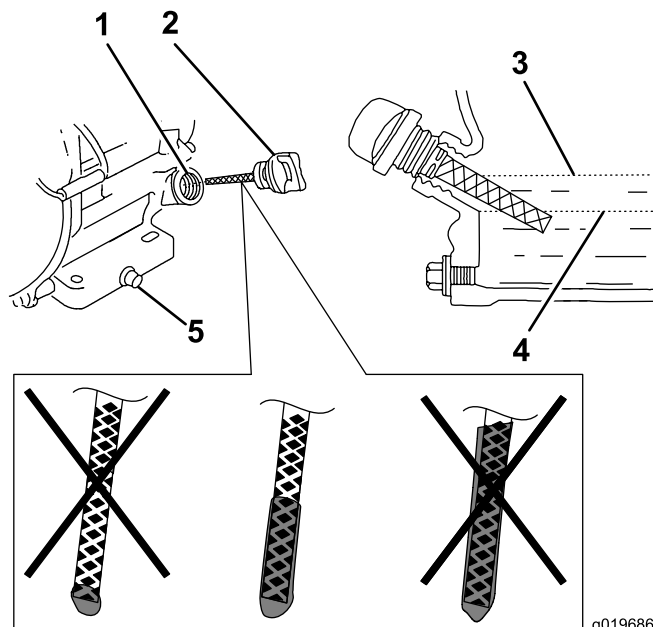

図 26
6. ディップスティックを抜いてエンジンオイルの量を点検する図 26。